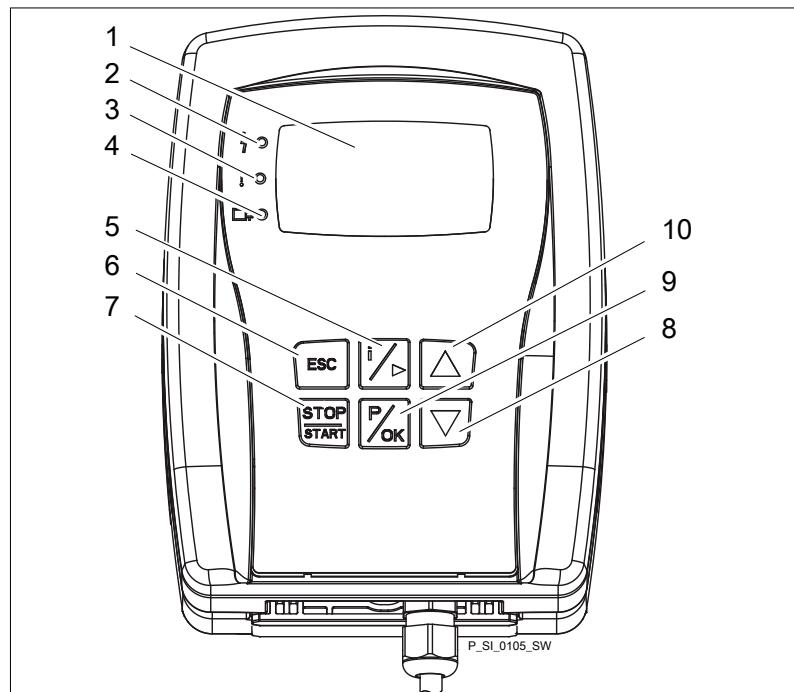

Рис. 4: Органы управления ЧМИ
- 8 Светодиоды (как Рис. 4) и светодиоды статуса шины CAN (внешние)